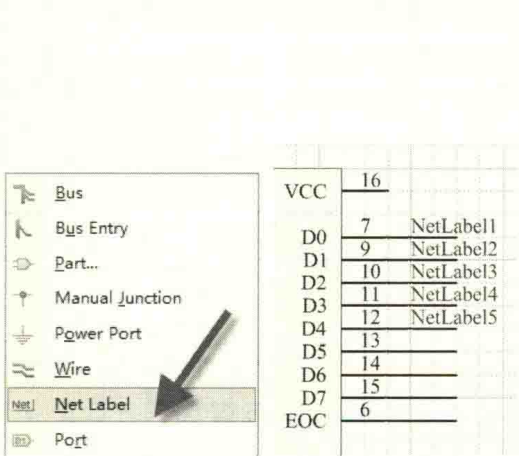

图 4-36 放置网络标号
(1) 执行菜单命令“Place-Net Label”或者图标命令 ，如图 4-36 中左图所示，激活鼠标放置。
(2) 把网络标号放置到导线上面，如图 4-36 中右图所示，这个时候放置的网络标号都是流水号。